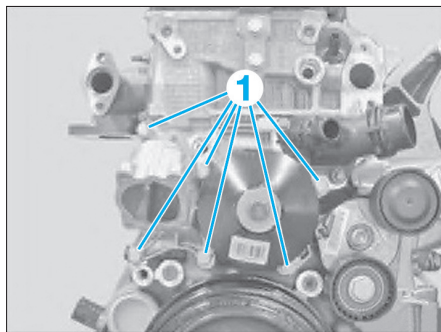

Fig. 44
- les vis (1) et dégager la pompe à eau (Fig.44).